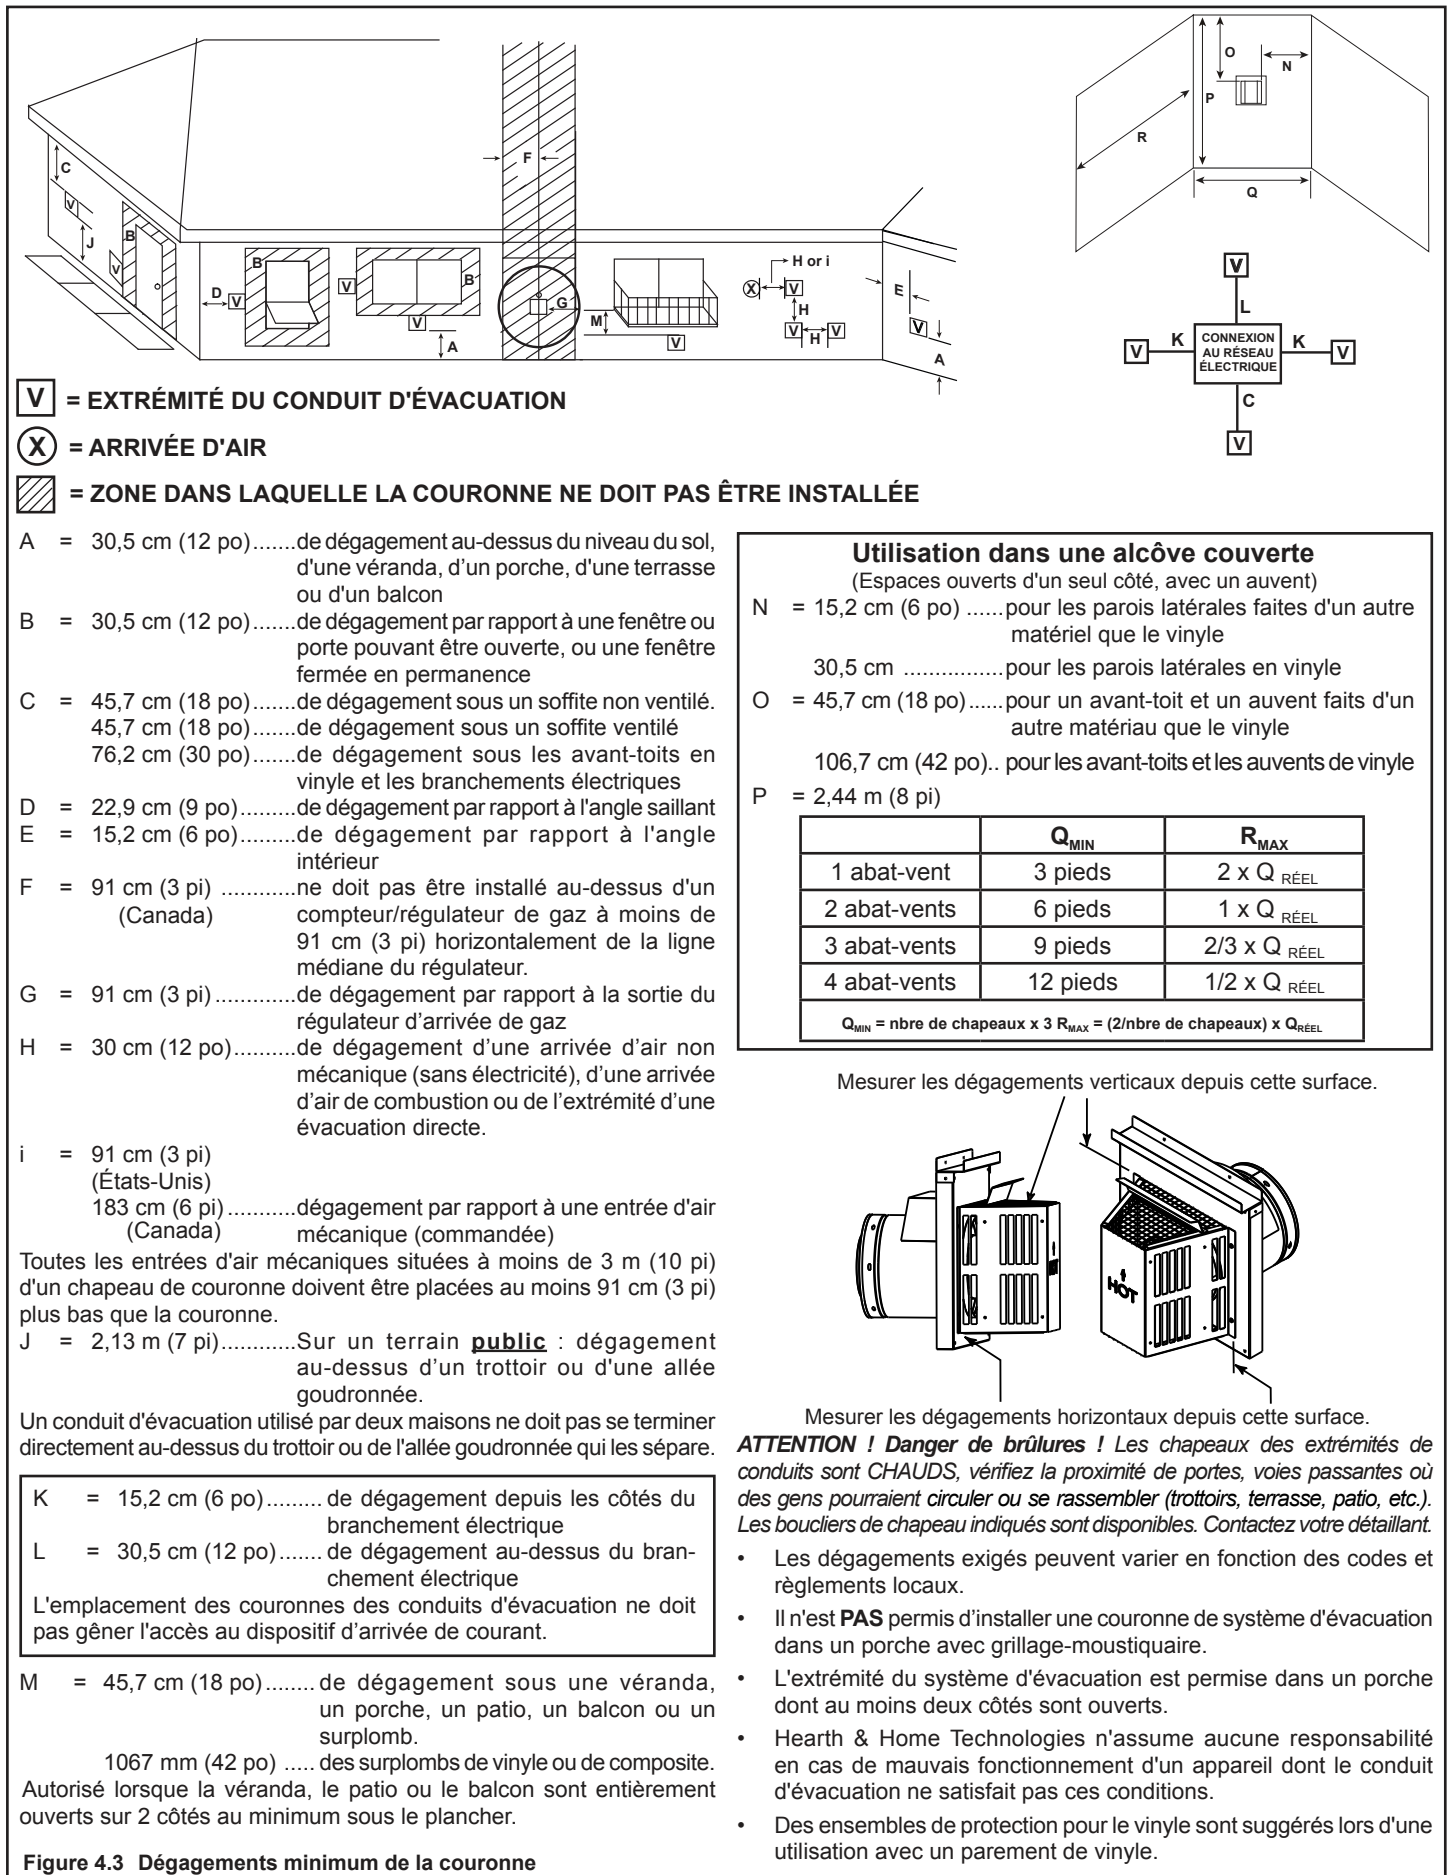

Figure 4.3 Dégagements minimum de la couronne
- Les abat-vents horizontaux sont mesurés par rapport à la face de montage externe (bride de l'abat-vent) (voir figure 4.3).